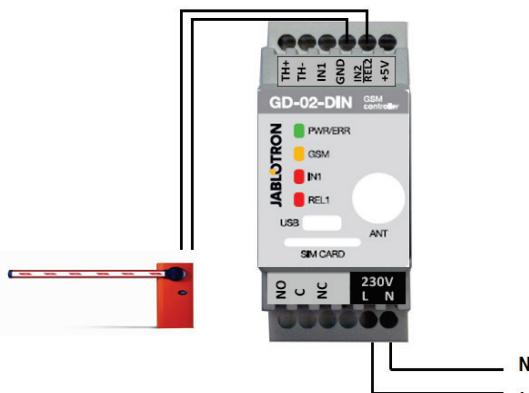

Figura 2: GD-02-DIN como control de barrera.
- La aplicación necesita un contacto conectado a la salida REL2 / GND y una entrada de baja tensión como control de puerta (Figura 2).